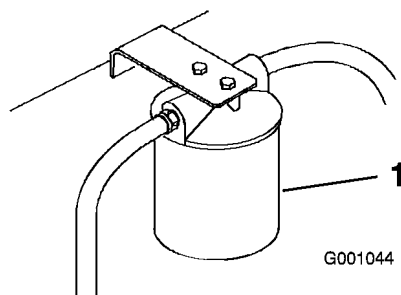

Figure 53
3. Placez un bac de vidange sous le filtre, déposez le filtre usagé et essuyez la surface du joint de l'adaptateur (Figure 53).